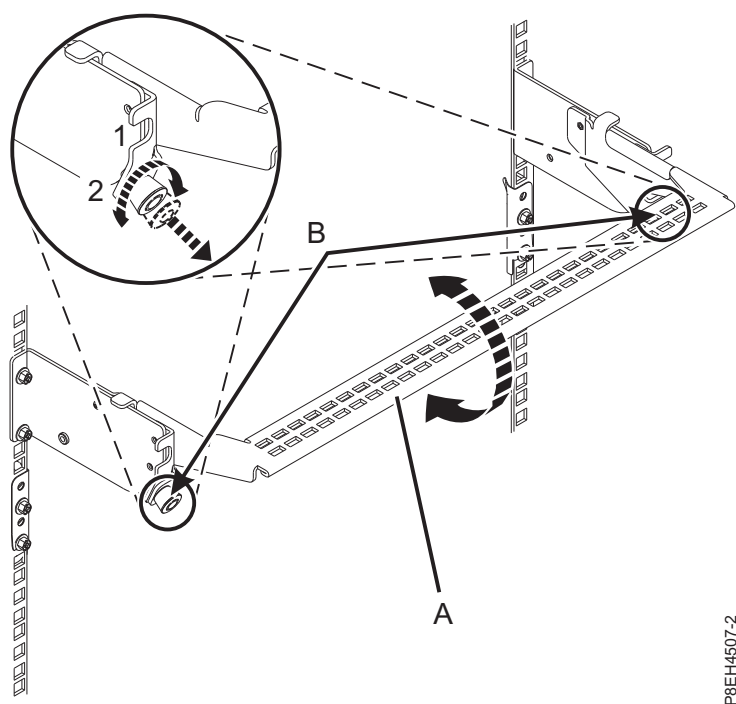

図 93. ケーブル管理ブラケットの保守位置への設置
9. PCIe3 拡張ドロワーの背面で、ケーブル管理ブラケットを保守位置に置きます。92 ページの図 93を参照してください。
- a. 1/4 回転ファスナー (B) を引き出し、ケーブル管理ブラケット (A) を上げた位置 (1) まで持ち上げながらそれらのファスナーを回転させて解放します。
- b. 1/4 回転ファスナー (B) を回転させ、ブラケットにかみ合わせて所定の位置にロックします。